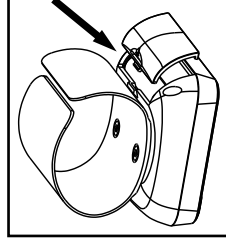

Bild 1
- Legen Sie die beigefügten Batterien in das Gerät ein. Öffnen Sie dazu den Deckel des Batteriefaches an der linken Seite des Gerätes (Bild 1).